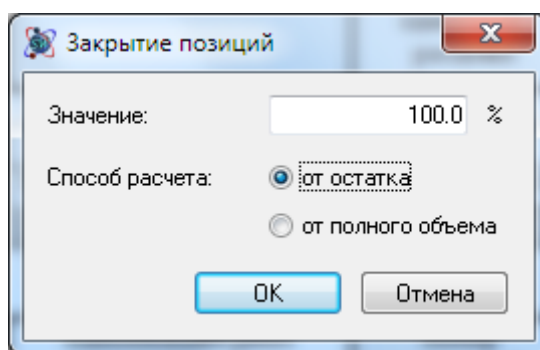

Рис. 4.67 Диалог **Закрытие позиций**
- **Закреть %** — для активной или выделенной позиции будет установлен объем, рассчитанный на основании заданного процента. Задание процента выполнения производится в диалоге **Закрытие позиций** (рис. 4.67). Выбор способа расчета заданного процента производится при помощи переключателя **Способ расчета**: